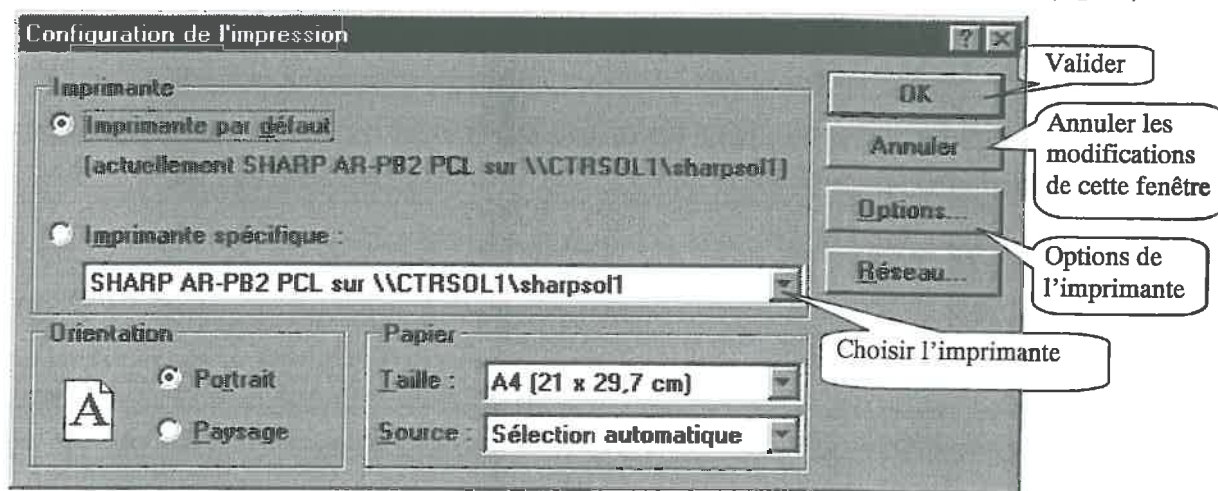

Fig.45 : Fenêtre de configuration d'impression
- Choisir l'imprimante grâce au bouton 'Configurer ...' : la fenêtre s'ouvre(fig.45) :